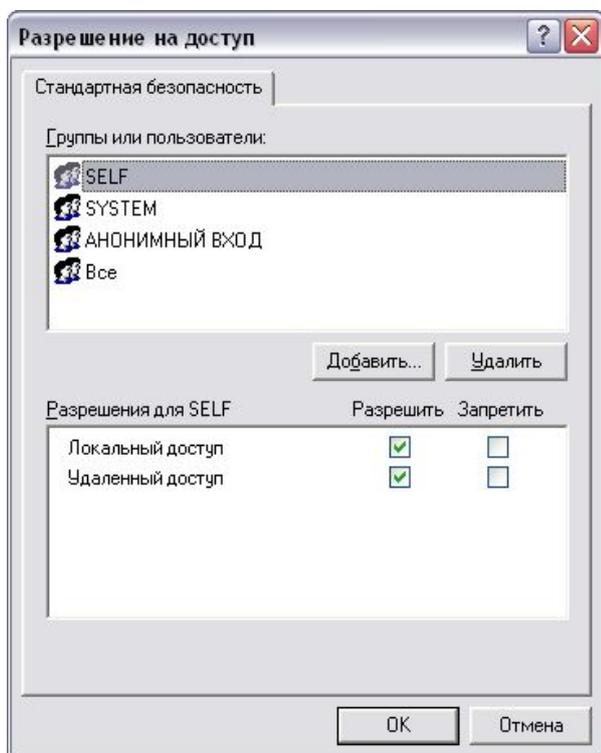

Рис. 13 Настройка DCOM – Права доступа. Настройки по умолчанию
3.5. Нажать кнопку ‘Права доступа’ – ‘Изменить настройки по умолчанию...’ (Рис. 13). Повторить п.3.2-3.4.